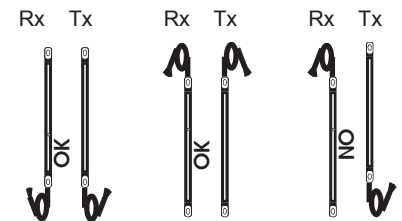

Figura 1: orientación de las barreras
- Transmisor y receptor deben tener la misma orientación; por lo tanto, los cables deben salir ambos de la parte alta o ambos de la parte baja (ver figura 1 a lado).